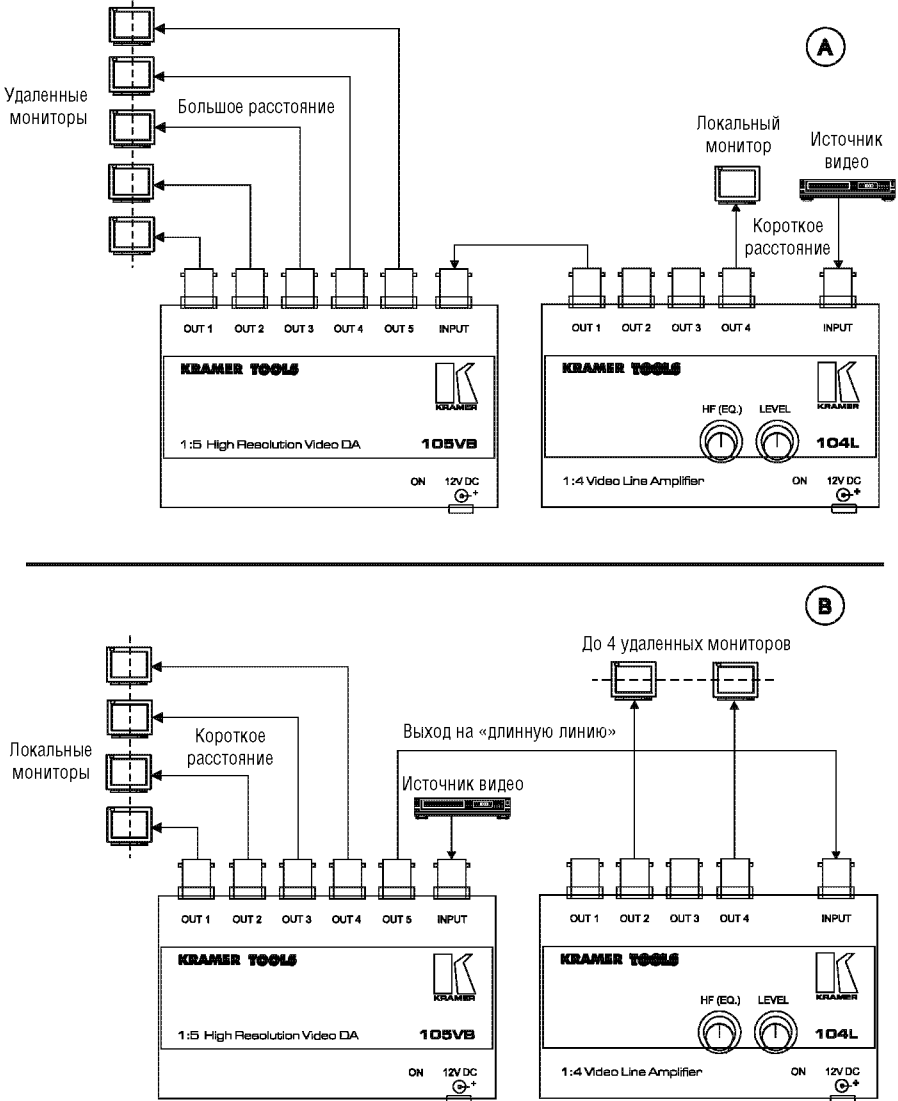

Рис. 11. Линейное усиление сигнала для передачи по длинному кабелю
На рис. 11(A) показана стандартная система передачи сигнала по кабелю с использованием линейного усилителя **104L**. Он устанавливается возможно ближе к источнику и выдает входной видеосигнал на четыре выхода. Один из выходов подключается ко входу усилителя-распределителя **105VB**, а к оставшимся выходам присоединяются приемники сигнала (до трех). Усилитель **105VB** распределяет входной сигнал на пять удаленных приемников. Регуляторы **LEVEL** и **EQ. 104L** можно использовать для управления удаленными дисплеями.
Если линейное усиление необходимо только для одного из выходов усилителя-распределителя, а остальные приемники сигнала расположены недалеко от него, то подключайте вход линейного усилителя к выходу длинной линии усилителя-распределителя, как показано на рис. 11(B).